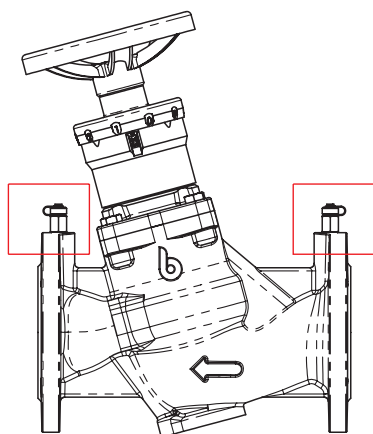

FIG.2A
- Le prese di pressione sono auto-sigillanti. Svitare il cappuccio della presa di pressione e inserire la sonda (fig. 2A).